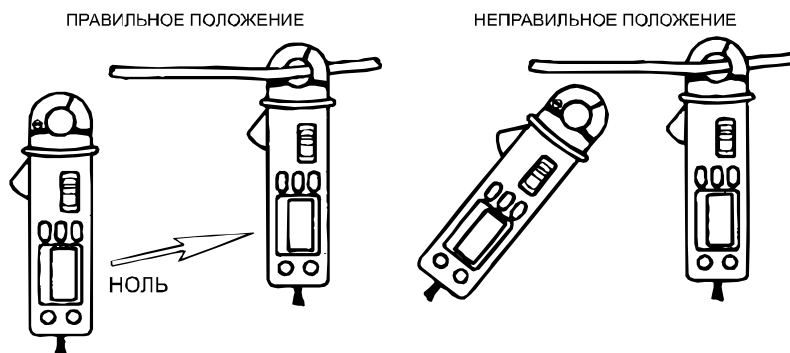

Рис. 6.2
3. При измерении постоянного тока используйте регулятор «ZERO» для установки начальных нулевых показаний на индикаторе. Для компенсации внешнего электромагнитного поля установку нуля проводите вблизи объекта измерения (рис. 6.2).